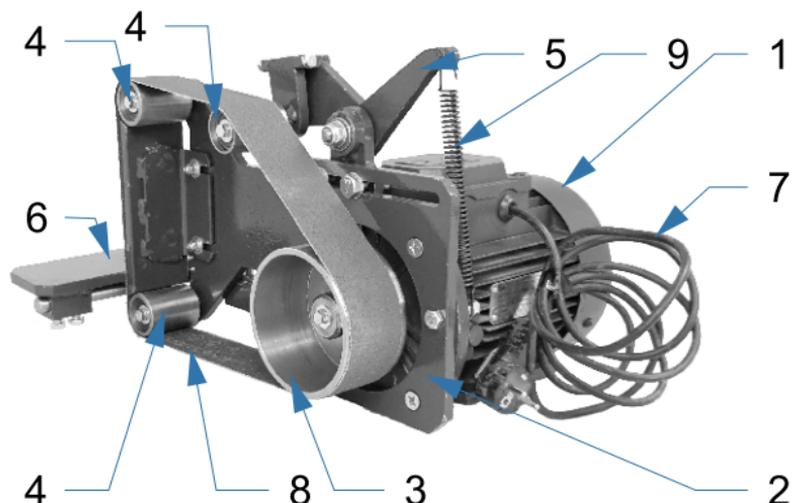
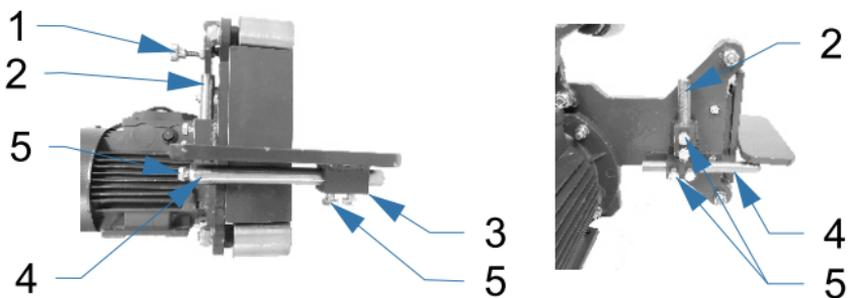

Рисунок 1. Общее устройство ленточного шлифовального станка «Гриндер»:
Рисунок 2. Регулировка рабочей площадки:
2.1 Основные узлы «Гриндера» обозначены на рис. 1.
Электрический двигатель (рис.1, поз.1) однофазный асинхронный с пусковым конденсатором. Мощность двигателя 1100 Вт. Работает от сети переменного тока с напряжением 220В. Частота вращения выходного шкива 2500 об/мин.
Рамка (рис.1, поз.2) служит платформой для крепления всех связующих роликов (рис.1, поз.4), механизма натяжения (рис.1, поз.5) и рабочей площадки (рис.1, поз.6). Крепится к двигателю (рис.1, поз.1) при помощи 4 болтов.†
Ведущий ролик (рис.1, поз.3) идет от ведущего шкива. Диаметр ролика - 110 мм. Материал, из которого выполнен ролик (рис.1, поз.3) - сталь.†
Дополнительные ролики (рис.1, поз.4) - это 3 дополнительных подшипниковых ролика, позволяющие использовать ленту (рис.1, поз.8) длиной 910 мм. Материал дополнительных роликов (рис.1, поз.4) - сталь. Механизм натяжения (рис.1, поз.5) ленты с 4-мя роликами (рис.1, поз.3, 4) очень удобный. По мере использования ленты, она растягивается в результате изнашивания. В связи с этим в нашем станке предусматривается свободный механизм натяжения с помощью пружины (рис.1, поз.9).
Натяжитель (рис. 1, поз.5) или по иному механизм натяжения ленты. Соединен с рамкой (рис.1, поз.2) пружинной (рис.1, поз.9).
Регулировка положения ленты осуществляется регулировочным винтом (рис.2, поз. 1), для центровки положения ленты на роликах.
Рабочая площадка (рис.1, поз.6) - это регулируемая площадка для установки заготовок. Важной особенностью рабочей площадки является:
- регулировка по высоте (рис.2, поз. 2);
- регулировка угла наклона (рис.2, поз. 3);
- регулировка расстояния до ленты (рис.2, поз. 4).
Рабочая площадка оснащена 2-мя направляющими (рис.2, поз. 2, 4) для регулирования высоты площадки и расстояния от шлифовальной ленты. Регулировка каждой оси производится путем ослабления/закрепления 2-х зажимных болтов (рис.2, поз. 5).
Угол наклона рабочей площадки (рис.2, поз.3) также регулируется 2-мя регулировочными болтами (рис.2, поз.5), расположенными под площадкой.
3.1 Перед установкой, извлечь из упаковки и установить рабочую площадку (рис.1, поз.5), предварительно выкрутив два болта (рис.2, поз.5).
3.3 Установить шлифовальную ленту путем отклонения натяжителя (рис.1, поз.5).
3.4 Регулировка положения ленты осуществляется регулировочным винтом (рис.2, поз. 1).
Замена выполняется путем ослабления механизма натяжителя (рис.1, поз.5) и регулировки шлифовальной ленты (рис.2, поз.1).